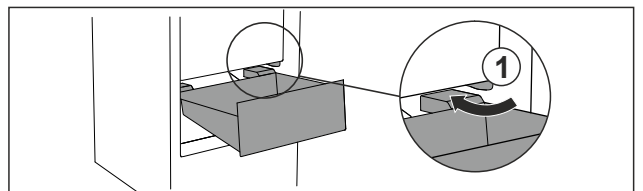

Fig. 70
- ▶ Far passare il cassetto intorno ai fermi Fig. 70 (1) inclinandolo.